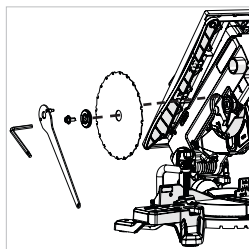

Fig. 7
- Quite la hoja retirándola hacia afuera para despejar el extremo del eje y, después, hacia abajo y hacia delante para sacarla de la máquina. (Fig. 7)